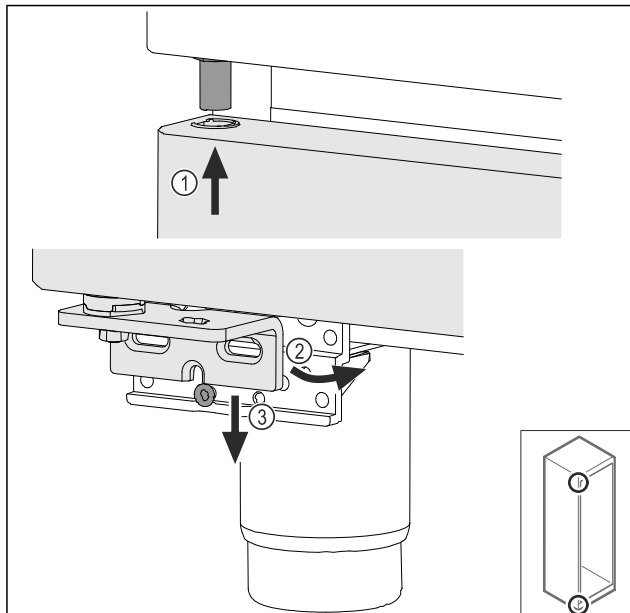

Fig. 74
- ▶ Futni derën të anuar paksa në pjesën lart Fig. 74 (1), vendosni derën drejt Fig. 74 (2) dhe mbështeteni poshtë mbi vidën e bazamentit mbështetës Fig. 74 (3).